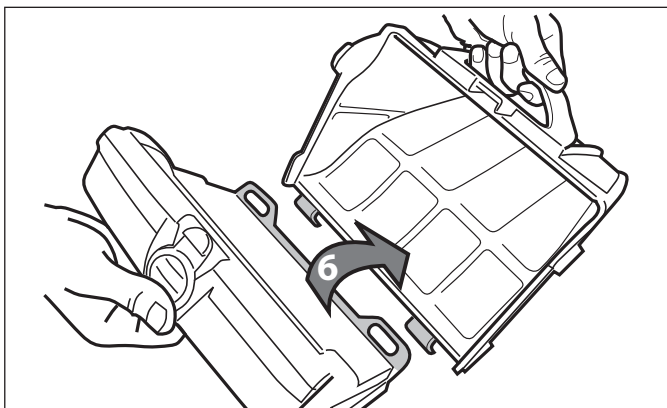

Figura 23. Remueva el porta Filtro
8. Separe el porta filtro del soporte del filtro (6), como se muestra en la Figura 23.